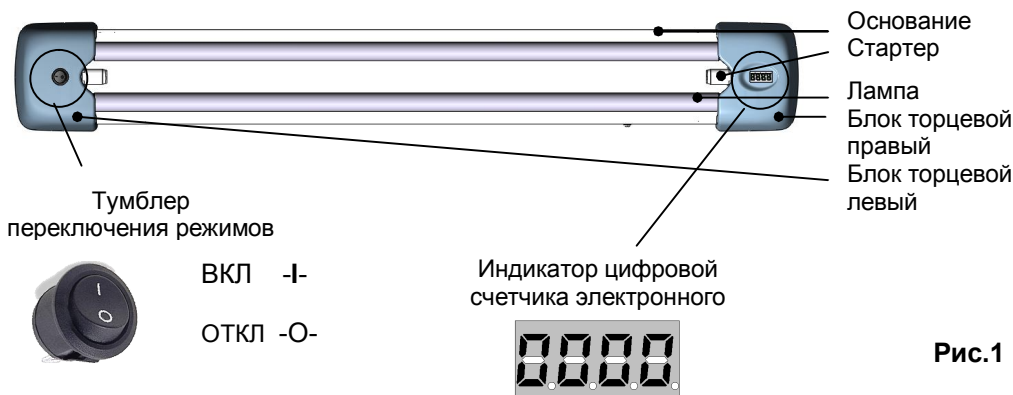

Рис.1
- Извлечь вышедший из строя стартер из стартеродержателя (рис.1).
электронный с индикатором цифровым четырехразрядным и клеммная колодка для подключения жил кабеля питания, в том числе заземляющего провода стационарной проводки рис.1.
5.3. В левом торцевом блоке установлены электромагнитный пускорегулирующий аппарат (далее по тексту «ПРА»), 2 патрона электрических для установки и подключения ламп, стартер и Тумблер переключения режимов (рис.1).
- тумблер переключения режимов перевести в положение ОТКЛ (-O-) (рис.1);